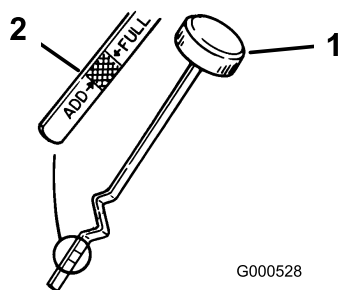

Bild 35
- Schrauben Sie den Ölpeilstab heraus und wischen Sie das Metallende ab (Bild 35).